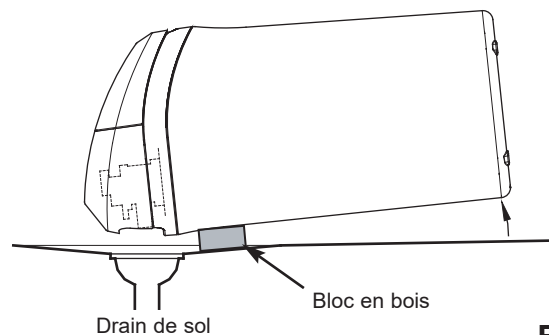

FIG. 31
6. Placez un bloc de 5 cm d'épaisseur près du drain de sol (consultez la figure 31).